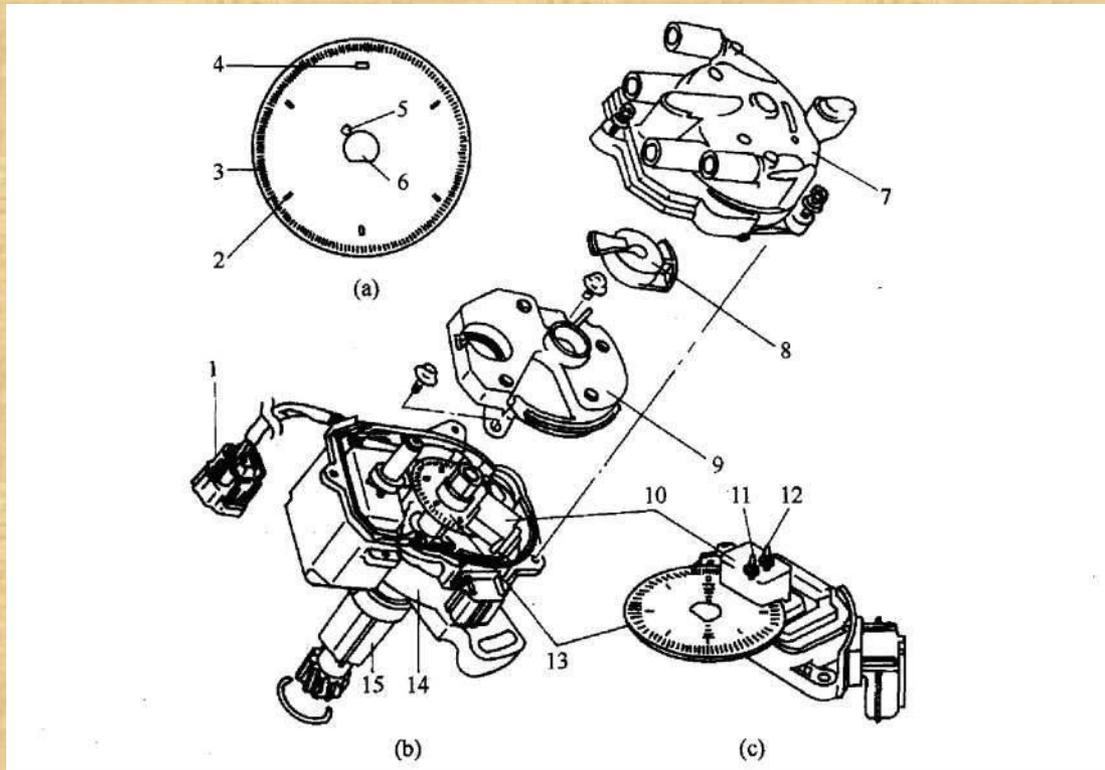

图8-7 光电式曲轴与凸轮轴位置传感器结构
(1)传感器的结构特点 日产公司生产的光电式曲轴与凸轮轴位置传感器是由分电器改进而成，结构如图8-7所示，主要由信号发生器、信号盘(即信号转子)、配电器、传感器壳体和线束插头等组成。